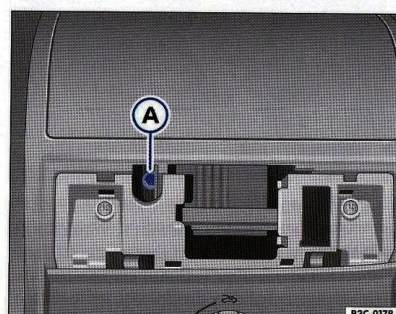

Fig. 40 Șurubul pentru închiderea trapei/plafonului glisant.
- Introduceți o cheie hexagonală de 4 mm pe șurubul hexagonal ⇒ fig. 40 A.